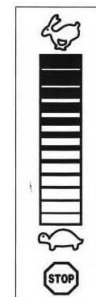

Abbildung 3
(2) Befestigen Sie den oberen Griff am unteren Griff mit der mitgelieferten Befestigungsschraube, Mutter und Unterlegscheibe, wobei sich die Halterung (Abb. 3 A) zwischen den beiden Griffen befindet, und ziehen Sie sie dann mit dem mitgelieferten Schraubenschlüssel fest. (Abb. 3).
Die Drosselklappe befindet sich am Motor. Sie regelt die Motordrehzahl und schaltet den Motor ab, wenn sie ganz heruntergedrückt wird. Siehe Abbildung 3.